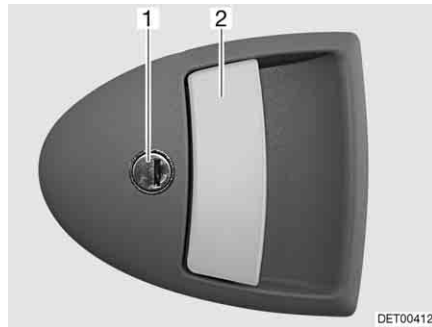

Bild 59 Türschloss Eingangstür, außen
- Schlüssel in Schließzylinder (Bild 59,1) stecken und drehen, bis das Türschloss entriegelt ist.
- Am Türgriff (Bild 59,2) ziehen. Die Tür ist geöffnet.
- Schlüssel in Schließzylinder (Bild 59,1) stecken und drehen, bis das Türschloss verriegelt ist.